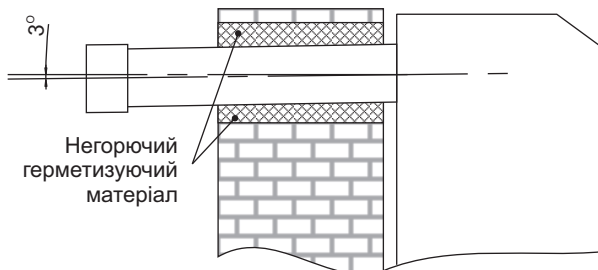

Рис. 3.
6.10.2 Для уникнення стікання конденсату в апарат труба димоходу обов'язково повинна мати нахил 3° - 4° у напрямку виходу продуктів згоряння, як показано на рис. 3.